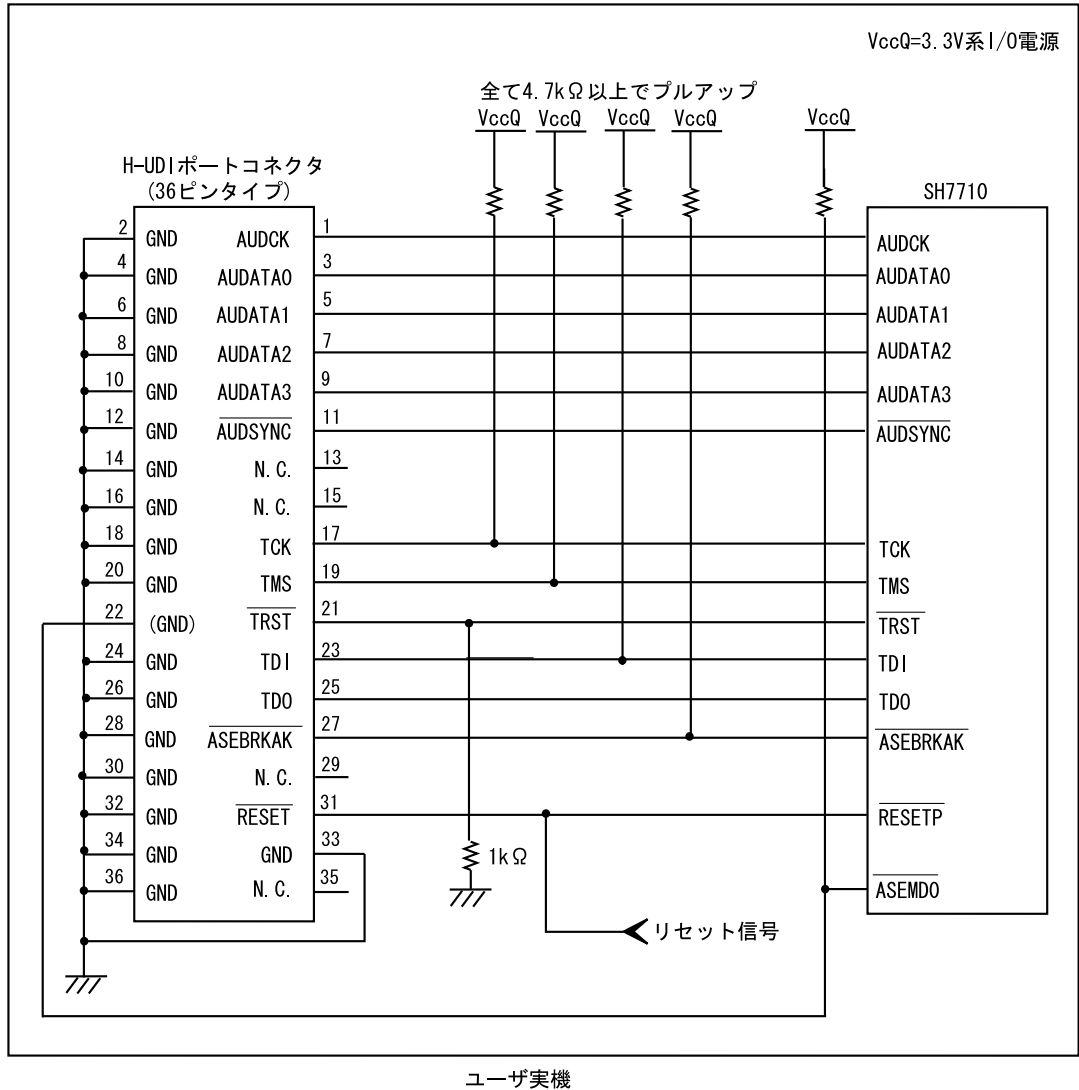

図 1.4 E10A-USB 使用時の H-UDI ポートコネクタ - チップ間の接続例
E10A-USB エミュレータ使用時の H-UDI+AUD ポートコネクタ(36 ピンタイプ)とチップ間の推奨接続例を図 1.3、UVCC 未接続時の接続例を図 1.4 に示します。
- 図 1.4 接続例で回路を組んだ場合の E10A-USB エミュレータのスイッチ設定：SW2=0, SW3=1 スイッチ設定の詳細は、「SuperH™ファミリ用 E10A-USB エミュレータユーザーズマニュアル デバッグ編 3.8 章 DIP スイッチの設定」を参照してください。